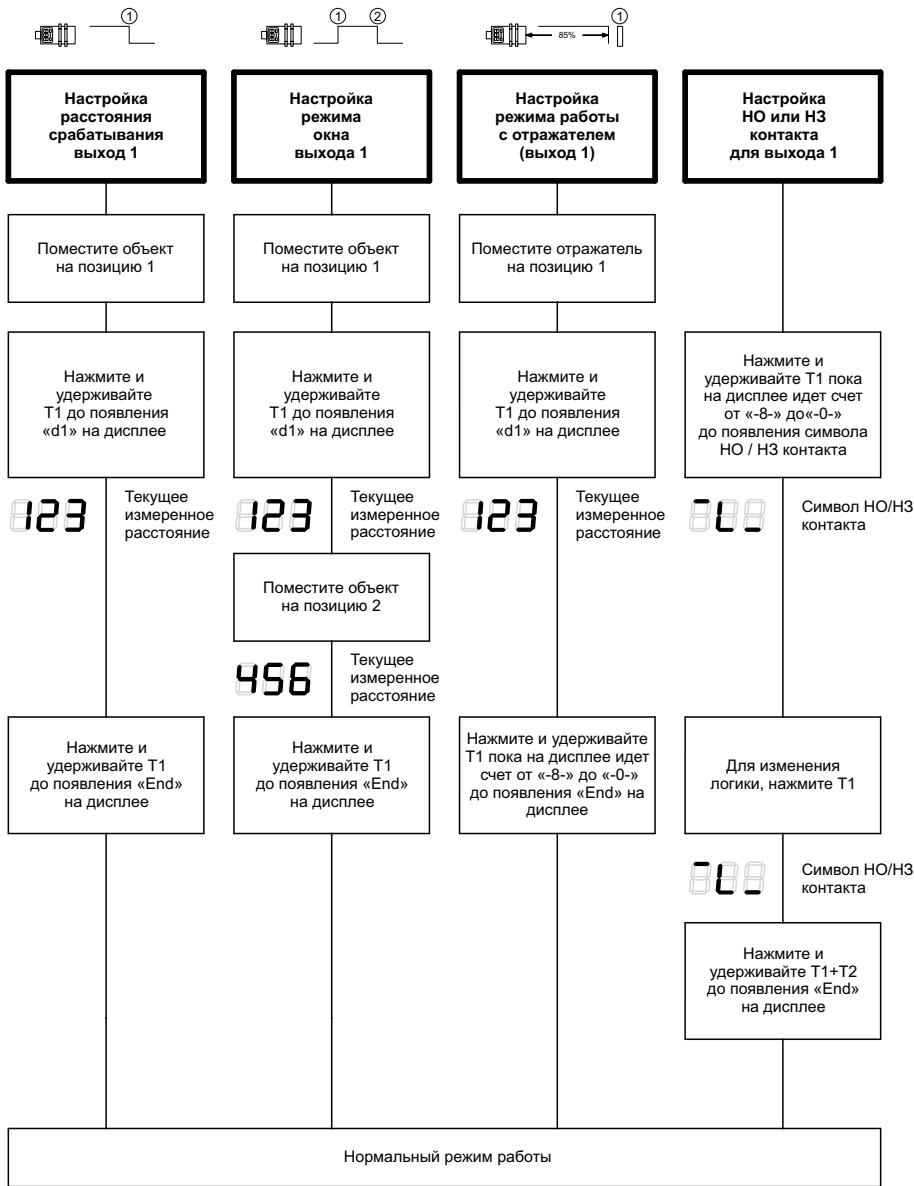

Рисунок 15 – Задание параметров с помощью процедуры «обучения» (дискретный выход 1) для датчика *mic+.../DD/TC*
- 2) С помощью процедуры обучения на объекте (см. рисунок 15 – 16).